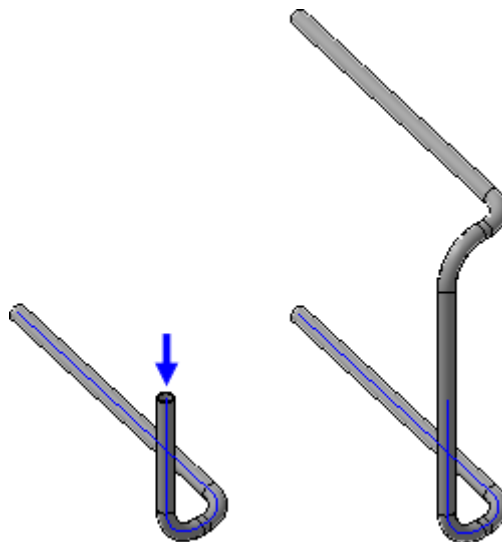

Рисунок 57.
- Отрадите тело детали относительно плоской кольцевой грани на конце Трубы (рис. 57).